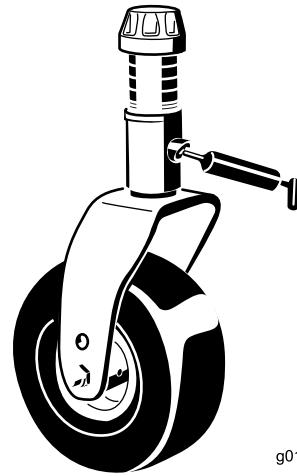

Figura 79
- Dois casquilhos de eixo da forquilha da roda giratória (Figura 79)